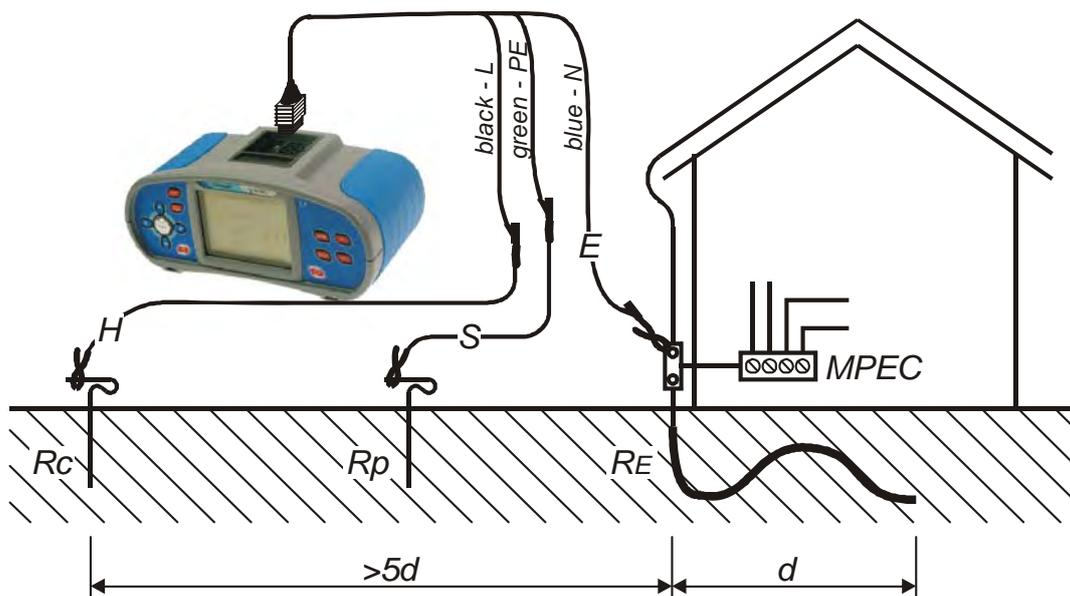

Abb. 5.31: Erdungswiderstandsmessung (3 Leiter) – System-Erdungswiderstand
- Schließen Sie die Prüflleitungen an die zu prüfende Anlage und Messsonden (siehe Abb. 5.31 und 5.32).